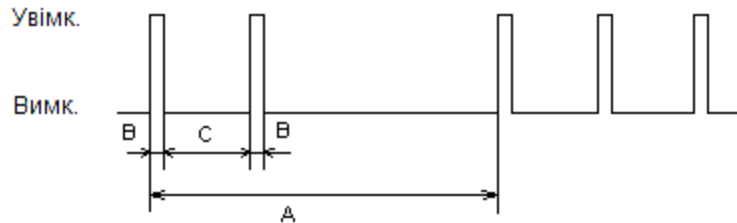

Рисунок 5 – блимання індикатора спалахами
- блимає подвійними спалахами під час очікування підтвердження взяття під охорону з інтервалом $A = 2$ с; $B = 0,2$ с; $C = 0,6$ с (дивись рисунок 5).
- блимає подвійними спалахами під час очікування підтвердження взяття під охорону (рисунок 5).